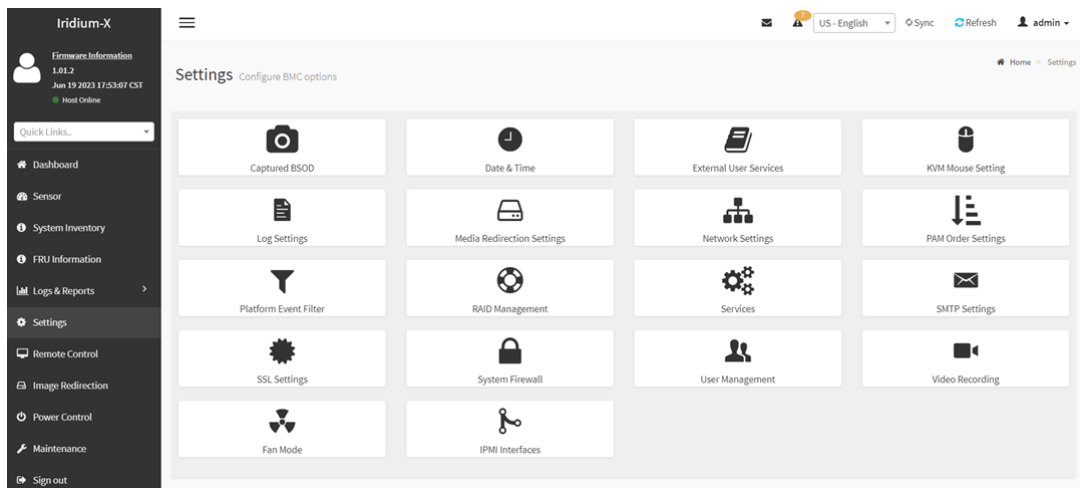

Рисунок 42 - Раздел «Settings»
5) Раздел «*Settings*» содержит вкладки с настройками функционала, каждая вкладка содержит в себе ознакомительную информацию или настройку (см. Рисунок 42).